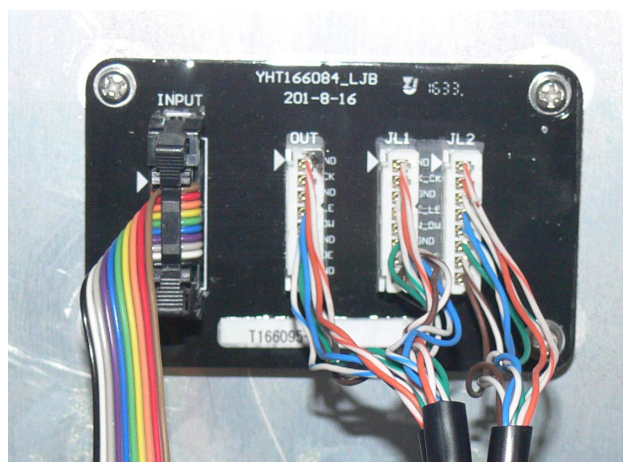

Рис.4. Узел коммутации светодиодной матрицы YHT166084_LJB
- 1.4.3 Узел коммутации светодиодной матрицы YHT166084_LJB (см. рис.4) обеспечивает подключение контроллера YHT-SYS-STM32-05 к узлу матрицы (24x16 светодиодов), на котором отображается с необходимой яркостью число – значение ограничения скорости (2 или 3 цифры). Узел матрицы